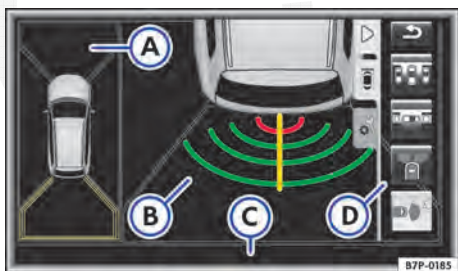

Fig. 199 Exibição da visão do ambiente: auxílio de reboque ligado.
- (A) Área da câmera dianteira.
- (B) Área da câmera direita.
- (C) Área da câmera traseira.
- (D) Área da câmera esquerda.
Com a exibição de todas as imagens das câmeras é gerada uma vista aérea \Rightarrow Fig. 198. A vista aérea pode ser selecionada tocando brevemente no *veículo* dentro da área \Rightarrow Fig. 199 (A).
Ao tocar nas áreas individuais na vista aérea \Rightarrow Fig. 198 (A) até (D) ou na mini-vista aérea \Rightarrow Fig. 199 (A) podem ser selecionadas as exibições das imagens das câmeras.
A visualização individual selecionada de uma imagem da câmera é exibida na parte direita do display \Rightarrow Fig. 199 (B). Na mini-vista aérea representada à esquerda \Rightarrow Fig. 199 (A) a exibição está destacada por uma moldura colorida. Adicionalmente, são apresentadas na borda direita da imagem possíveis opções de menu e vistas (os chamados “modos”) da câmera correspondente \Rightarrow Fig. 199 (D). A vista ativa (modo) no momento é destacada. ◀
Áreas de função no display ⇒ Fig. 199:
Ligar a exibição automaticamente:	Engatar a marcha a ré. É exibida a vista da imagem da câmera atrás do veículo no modo de estacionamento transversal com a mini-vista aérea ⇒ Fig. 199 (A) ⇒ Página 282.